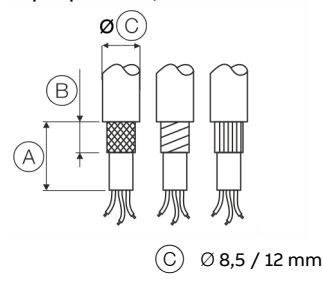

Figura 1: Pelado de los cables de conexión
2. Pelar el cable siguiendo la **Figura 1**.